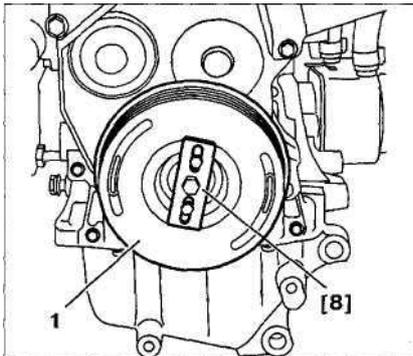

Рис. 7.8. Снимите шкив 1 коленчатого вала с помощью приспособления [8].
9. Снимите шкив 1 коленчатого вала с помощью приспособления [8] (рис. 7.8).